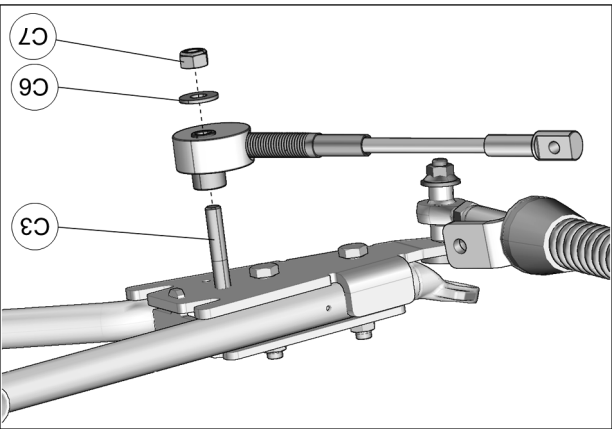

Fig. 25
13. Positionner le disque en aluminium du limiteur de conduite sous l'ancrage et installer au boulon (C3) déjà inséré. Utiliser la rondelle (C6) et l'écrou (C7) pour fixer le limiteur de conduite en place. Serrer l'écrou à un couple de 50 N•m [37 lb•pi]. Fig. 25